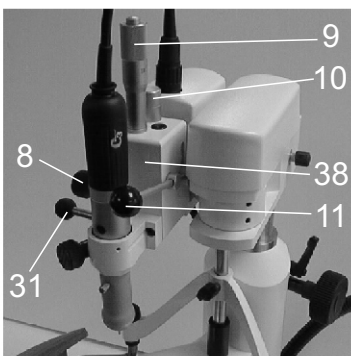

Abb. 2
Das Feststellen bzw. Lösen der Gelenkarme durch die elektromagnetischen Kupplungen erfolgt mittels Fuß-Tretschalter (6). Ein zusätzliches, drittes Gelenk wird durch eine mechanisch bedienbare Flügelschraube (15) durch leichtes Linksdrehen gelöst. Danach kann der Fräsarm beliebig verstellt und wieder geklemmt werden. Nach Beendigung der Arbeit kann der Fräsarm in "Parkposition" (Abb. 2) gebracht werden (auch bei längerer Nicht-Nutzung des Gelenkarmes). Vor Betätigung des Netzschalters Fräsarm in diese Position bringen (Linksanschlag).
Der Spannhebel (31) (Abb. 2) an der Frässpindel muß bei geschlossener Spannzange nach links zeigen; Rändelschraube (13) festziehen.